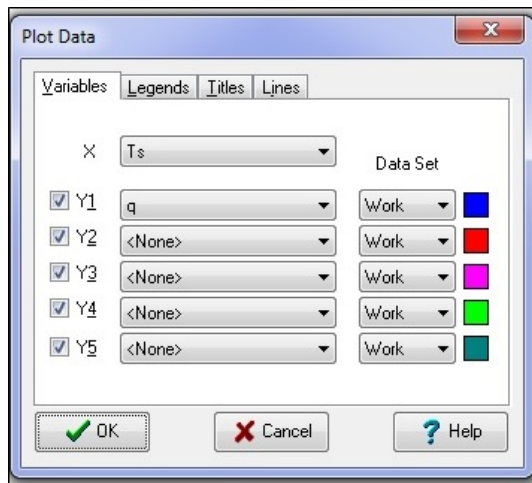
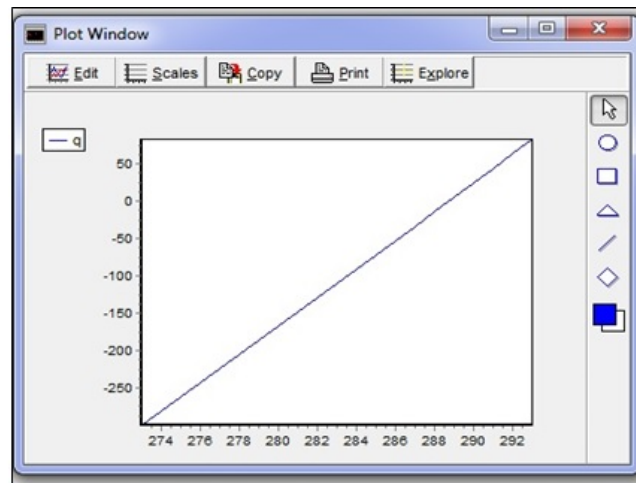

Figure 8 : La fenêtre Données de tracé
Figure 9 : La fenêtre de tracé
Lorsque vous cliquez sur **Graph**, une fenêtre **Plot Data** (tracer les données) s'affiche comme illustré à la Figure 8. Dans cette fenêtre, vous pouvez sélectionner les variables à utiliser sur les axes X et Y et l'ensemble de données à utiliser pour le traçage. Vous pouvez tracer plus d'une variable Y sur chaque tracé, mais la même échelle numérique sera utilisée pour toutes les variables Y. Si vous souhaitez mettre plusieurs lignes sur le même tracé, essayez de choisir les variables Y qui ont à peu près le même ordre de grandeur. IHT vous permet d'avoir plusieurs fenêtres de traçage ouvertes en même temps, donc on peut
toujours faire des graphiques différents pour chaque variable. La fenêtre de traçage de données vous permet également de spécifier les titres de tracé, l'axe X et l'axe Y, les légendes pour chaque ligne, les types de lignes, les couleurs et les marqueurs de données. Lorsque vous cliquez sur OK dans la fenêtre Données Graphiques **Plot Data**, le graphique apparaîtra dans une fenêtre similaire à la Figure 9. Dans la fenêtre **Plot Window**, vous pouvez voir un tracé de vos données. Vous pouvez aussi cliquer le bouton **Edit** dans la fenêtre de tracé pour modifier les informations de la fenêtre Données Graphiques pour ce graphique. Le bouton **Scales** de la fenêtre de tracé affiche une fenêtre qui vous permet de rééchelonner les axes X et Y, spécifiez des échelles linéaires ou logarithmiques et sélectionnez des marques de tic et des lignes de quadrillage. Le bouton de **Copy** de la fenêtre de tracé met une copie en noir et blanc du graphique dans le presse-papiers et le bouton de **Print** de la fenêtre de tracé vous permet d'imprimer directement le tracé sur l'imprimante Windows. Le bouton **Explore** de la fenêtre de tracé place des réticules sur un point de données que vous sélectionnez et montre les valeurs des variables X et Y pour le point de données sélectionné dans une petite fenêtre. (La fonction **Explore** de la fenêtre de tracé n'est pas la même que celle du menu **Solution** commande et le bouton **Explore** au-dessus de l'espace de travail).
**Exemple:** Pour faire un graphique du résultat du transfert de chaleur, cliquez sur le bouton **Add Graph** et configurez la fenêtre **Plot Data** comme indiqué sur la Figure 8 pour tracer le taux de transfert de chaleur vs la température de surface. Sans ajuster les échelles et entrer les légendes, vous obtenez le graphique montré à la Figure 9. Vous pouvez modifier l'échelle de l'axe en cliquant sur le bouton **Scales** dans la fenêtre du tracé. Le bouton **Edit** vous permet de modifier le type de ligne, la couleur, le poids et d'ajouter des titres pour chaque axe et pour le graphique.